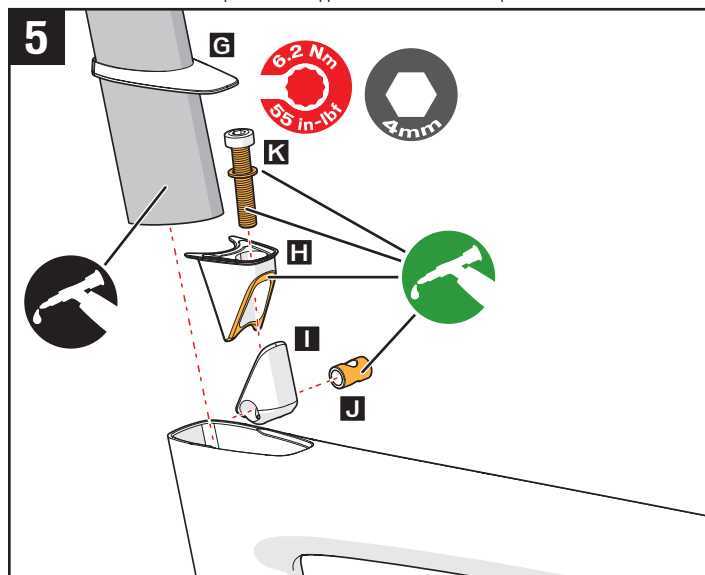

FIG. 5 : installation de la tige de selle dans le cadre.
- Installez la tige de selle comme indiqué dans la rubrique consacrée à la tige de selle (Fig. 5, page 13).
- Fig. 5 : une fois la hauteur de selle réglée, serrez la vis du système de serrage de la tige de selle au couple de 6,2 Nm (55 in-lbf).